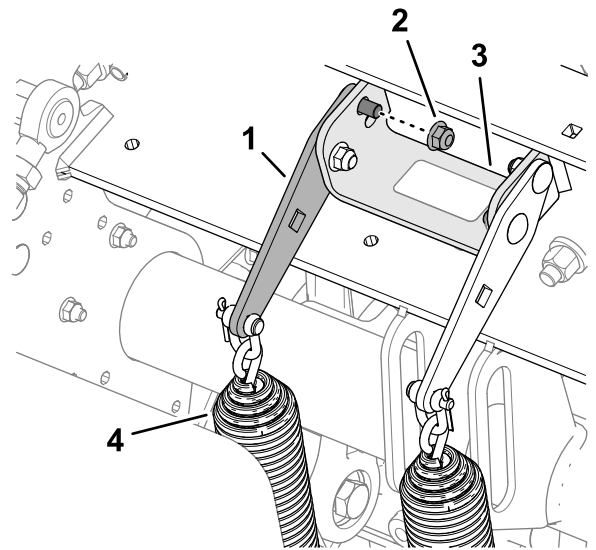

图 118
2. 旋松将弹簧张力板固定至打孔头支撑托架的前凸缘锁紧螺母和托架螺栓图 118。